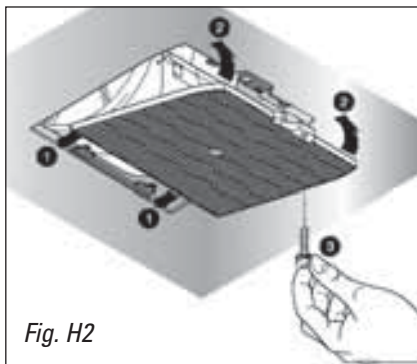

Fig. H2
Pour le montage ou le remplacement des filtres à charbon actif, enlever les filtres métalliques (FM), comme indiqué sur la figure H1-1 et suivre les indications de la figure H2.